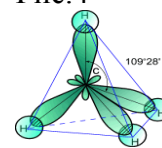

Рис. 5
2. sp^3 -гибридизация характерна для атомов углерода в (алканах) – в частности, в метане (Рис.5).